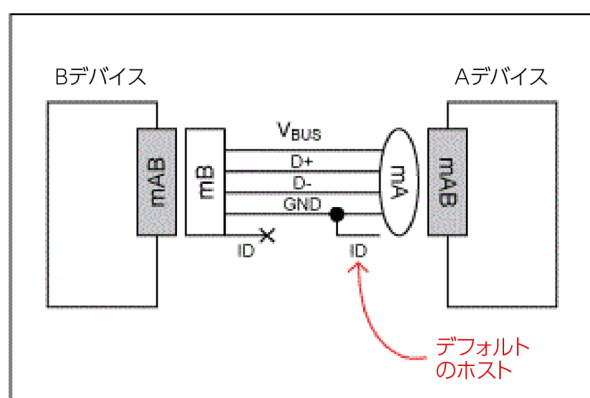

図 2. DRD の接続。5 つ目の ID ピンによって、デフォルトのホストが決まります。
DRD の最初の役割は、ケーブルの向きによって決まります (図 2)。DRD では、Mini-AB というレセプタブル (コネクタ) を使用します。Mini-A プラグ、Mini-B プラグ、Mini-AB レセプタブルによって 5 つ目のピン (ID) が追加され、ケーブルの端子に対して異なる電気的な ID が与えられます。この ID ピンは、Mini-A プラグの内部ではグラウンドに接続されています。一方、Mini-B プラグの内部ではフロート状態のままになっています。ID ピンがグラウンドに接続されている OTG 対応デバイスは、デフォルトの A デバイス (ホスト) になります。一方、ID ピンがフロート状態のままのデバイスはデフォルトの B デバイス (ペリフェラル) として扱われます。